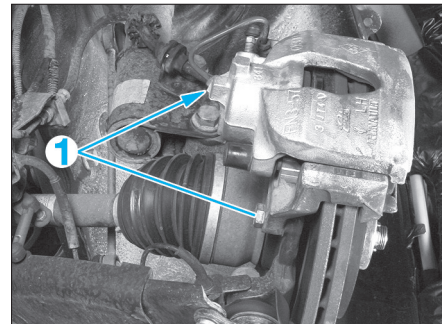

FIG. 10
- Déposer le support d'étrier maintenu au pivot par 2 vis (1) (fig. 10).